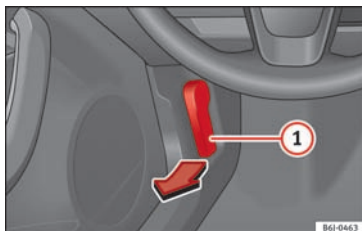

Fig. 6 Se placering på side 7-8.
- Åbning af motorhjelm: Træk i grebet under instrumentpanelet » Fig. 6 (1).